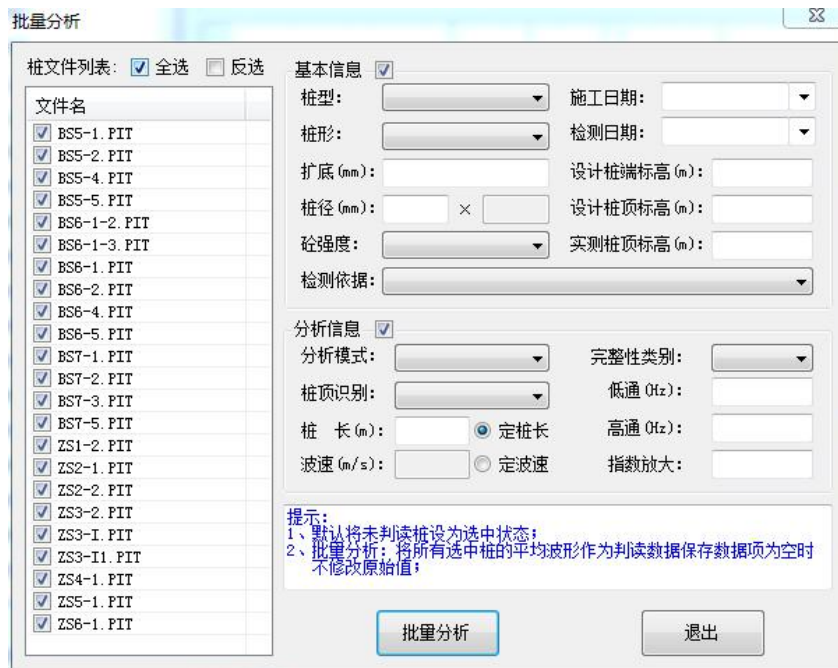

图 3-20 批量分析界面
- ④积分：对原始加速度信号进行积分处理，得出速度时程曲线。
- ⑤微分：对积分波形进行微分还原。
- ⑥频谱细化指数：对频谱图进行频率坐标轴的细化，指数设为 n 时，坐标轴长度为原始坐标轴频率长度的 $1/n$ 。
- ⑦撤销上一缺陷：清除当前基桩文件最后设置的一处缺陷。
- ⑧撤销所有缺陷：清除当前基桩文件设置的所有缺陷。
- ⑨批量分析：对整个工程进行批量分析，如图 3-20 所示。